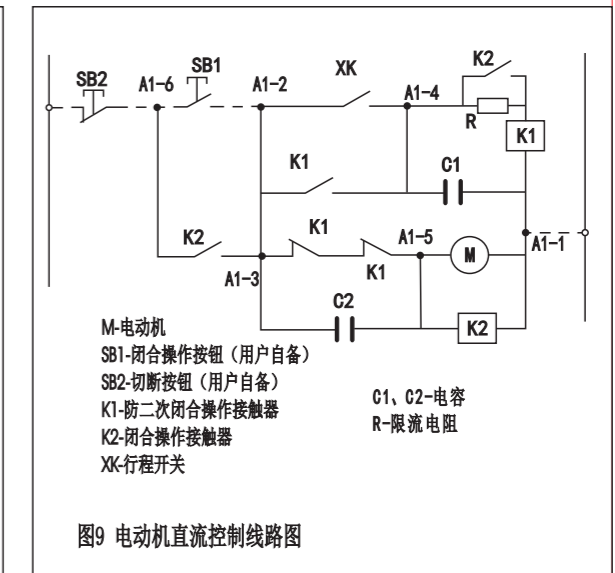

图9 电动机直流控制线路图
6.2.2 电动机直流操作（附SU控制装置）控制线路图（见图9）